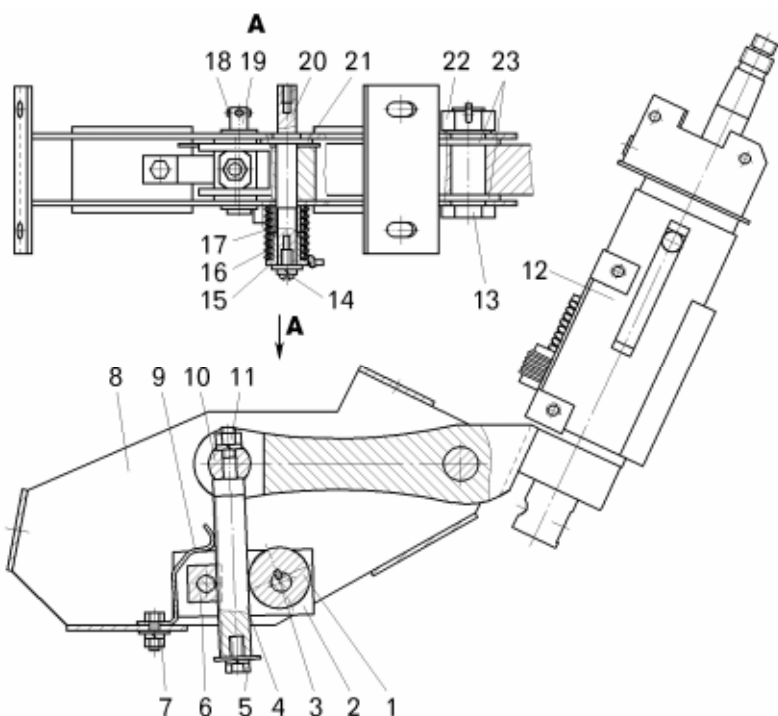

Рисунок 9.2 – Рулевая колонка с кронштейном:
- расшплинтовать и отвернуть гайку 22 (рисунок 9.2) на оси 13;
- отвернуть гайку 11 (рисунок 9.2) штока 4;